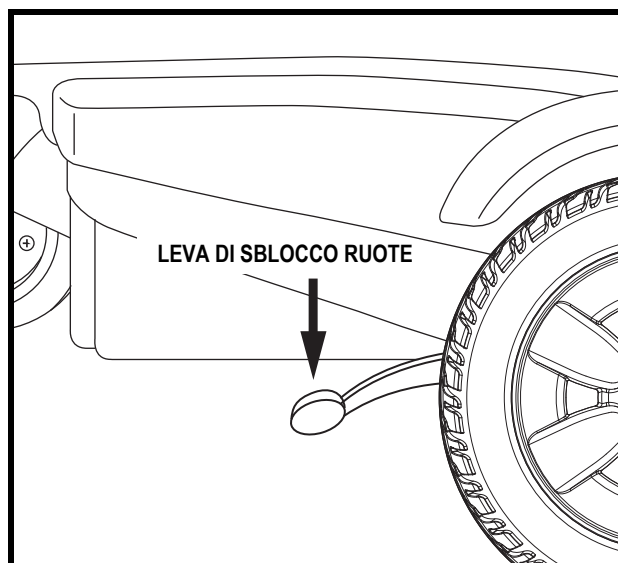

Figura 5. Modalità di sblocco ruote (Trazione disattivata)
3. Spingere le due leve all'indietro per disattivare i motori di trazione (modalità sblocco ruote). **Vedere figura 5.**